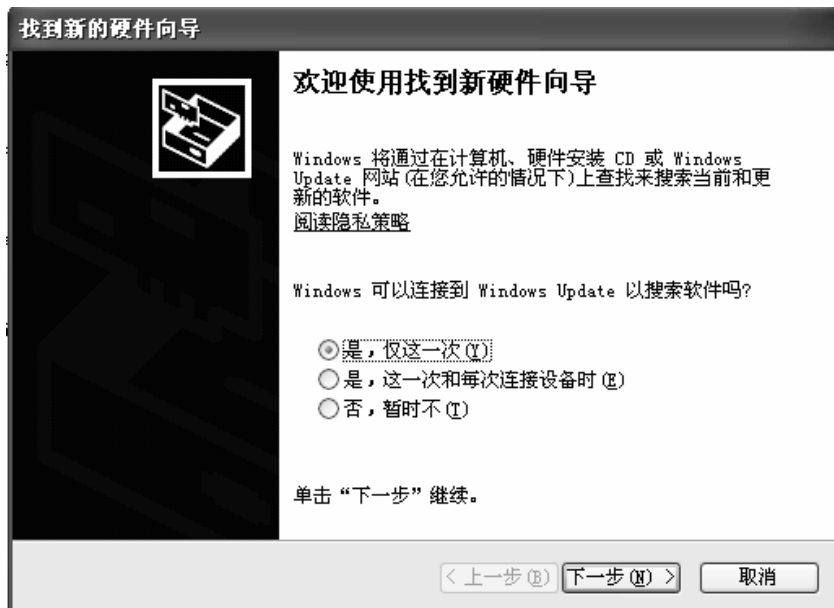

图 1.7 硬件安装向导
2、用USB电缆将LM LINK与PC相连，这时会弹出硬件安装向导窗口，如图 1.7所示，点击“下一步”继续安装就可以了。